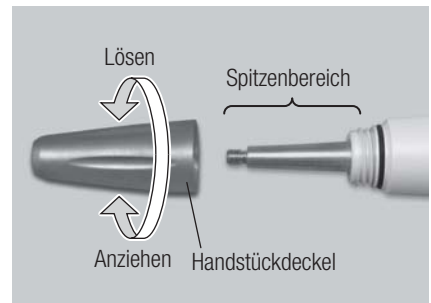

Abb. 26
- 2) Entfernen Sie alle Verunreinigungen im Innenbereich des Aufsatzes mit einer weichen Bürste. (Benutzen Sie keine Metallbürste). Mit einem alkoholgetränkten Tuch abwischen. (Abb. 26)